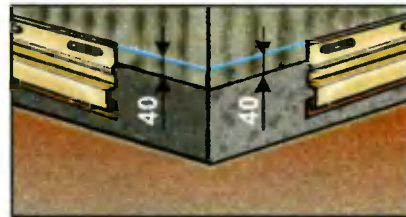

**Рис.4. Установка стартовой полосы по отбитой линии.**
- Установите стартовую полосу верхним обрезом на меловую линию и прикрепите ее гвоздями или шурупами. Но не прибивайте слишком плотно (рис. 4).